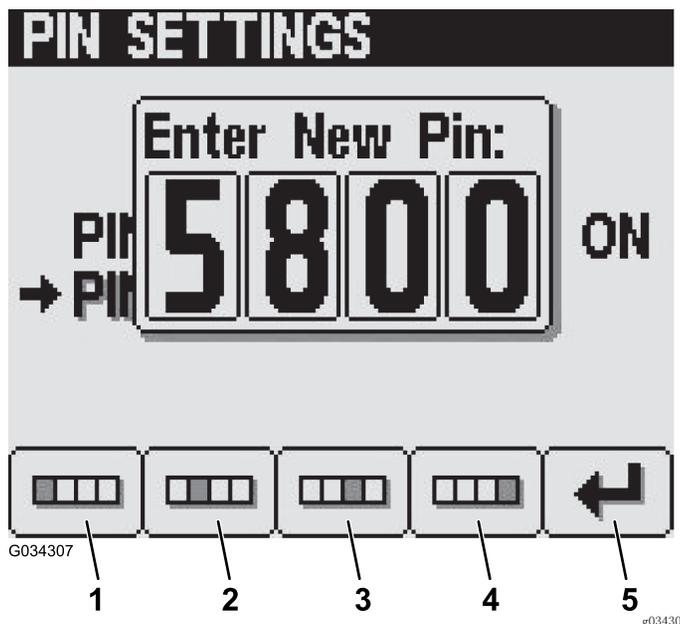

图36
5. 在 Enter New PIN (输入新 PIN) 屏幕, 使用 1 号到 4 号按钮输入新 PIN, 然后按 5 号按钮将新 PIN 输入 InfoCenter (信息中心) (图36)。